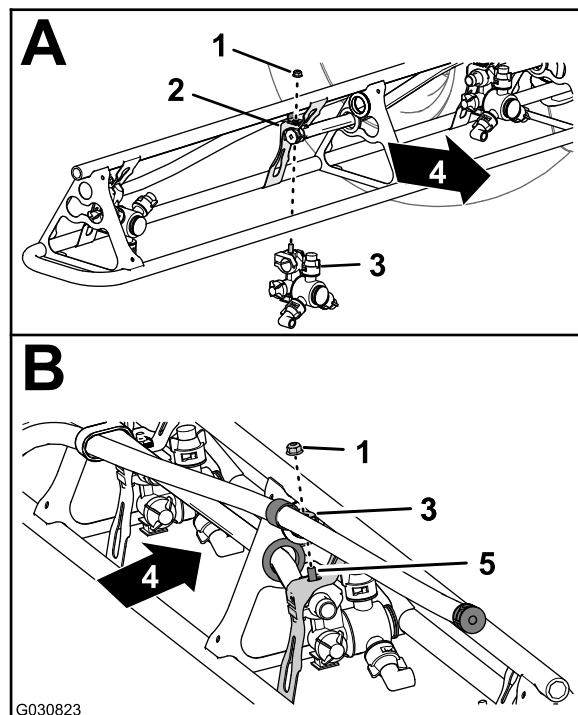

図 130
- ノズル位置1番と4番で、ノズルマウントにノズルを組み付ける 図 130のAステップ2 左右のブームからスプレーノズルを外す (ページ 50)で外したフランジロックナット5/16 インチを使用する。
- ノズル位置2番と3番で、ノズルマウントにノズルを組み付ける 図 130のAとBステップ2 左右のブームからスプレーノズルを外す (ページ 50)で外したフランジロックナット5/16 インチを使用する。